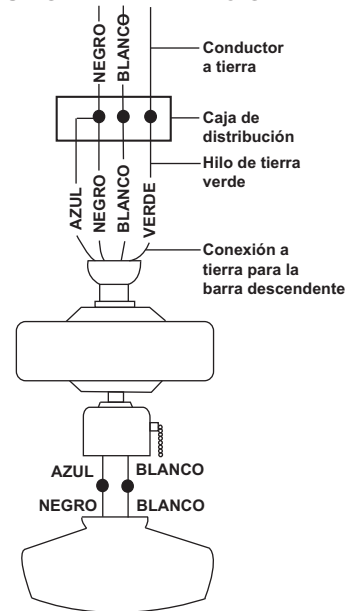

Figura 8
Paso 1. Conecte el conductor de tierra de la fuente de 120V (puede que sea un cable pelado o un cable con aislante de color verde) al cable o cables verdes del ventilador (Figura 8).
Paso 2. Conecte el cable blanco del motor del ventilador al cable de corriente blanco (neutro) con una tuerca de cable (Figura 8).